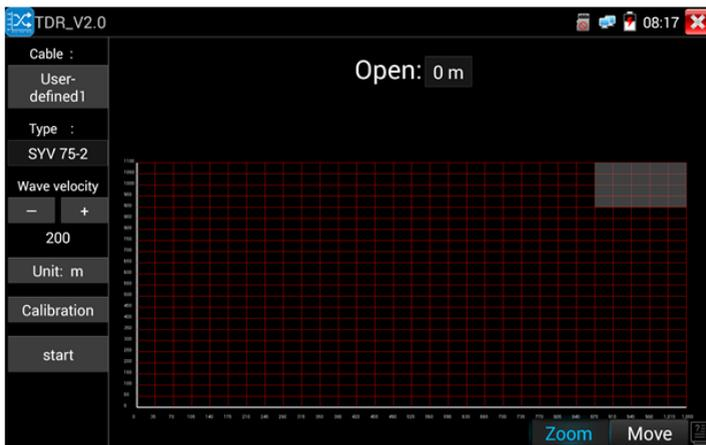

Рис. 124 Выбор типа для тестируемого кабеля
2. В строке «Тип кабеля» (Type) выберите тип кабеля. Например для коаксиального кабеля этот параметр будет SYV 75-2, рис. 124